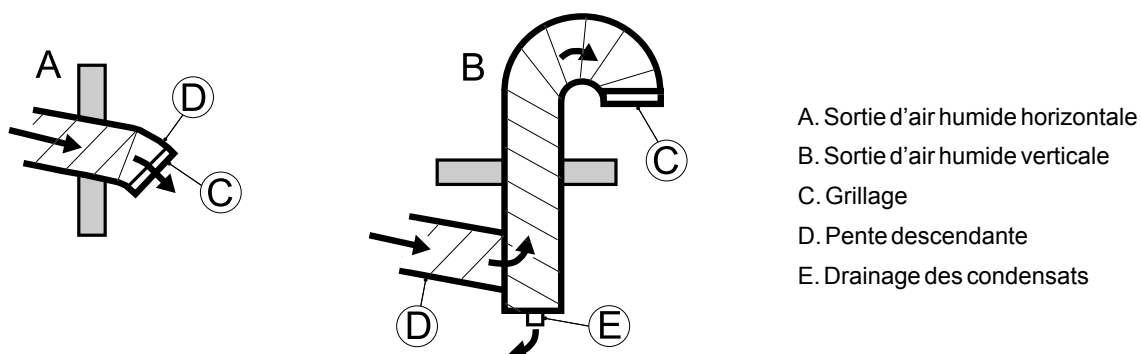

Figure 4.7 Schéma de la sortie d'air humide
- Les gaines d'air humide horizontales doivent être installées avec une légère pente descendante (à partir du déshumidificateur) pour drainer toute condensation éventuelle. Des drains de condensation adaptés doivent être installés aux points bas de la gaine d'air humide, voir Figure 4.7.